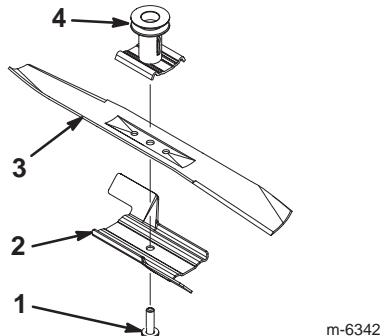

Figure 20
2. Enlevez le boulon de lame, l'accélérateur et la lame (Fig. 20).
1. Installez une lame Toro équilibrée et bien affûtée, l'accélérateur et le boulon de lame (Fig. 20).